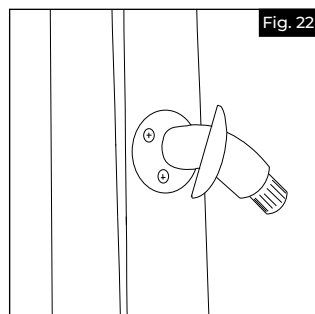

Fig. 22
- c. Deslizar la cubierta de moldura en el retorno de poste pero NO encajarla en su lugar hasta que se haya completado la instalación del pasamanos (Fig. 22).